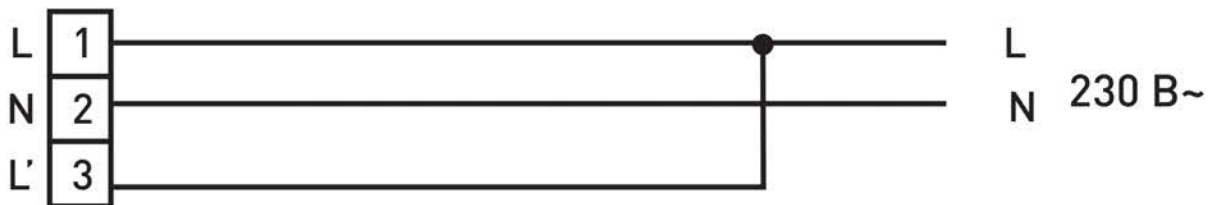

Рис. 3
6.8.3 Монтаж светильника на рабочую поверхность производить при помощи монтажных скоб и крепежа, входящего в комплект поставки (рисунок 3):